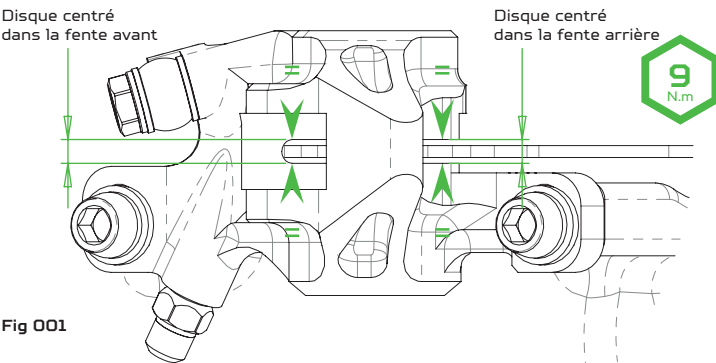

Fig 001
**004** Aux deux extrémités de l'étrier, ajustez sa position afin qu'il soit parfaitement placé, symétriquement par-rapport à la tranche du disque. (Illustration **Fig 001**). Serrez ensuite les 2 vis M6 à l'aide d'une clef Allen de 5mm. Couple de serrage recommandé : **8-9 N.m**.